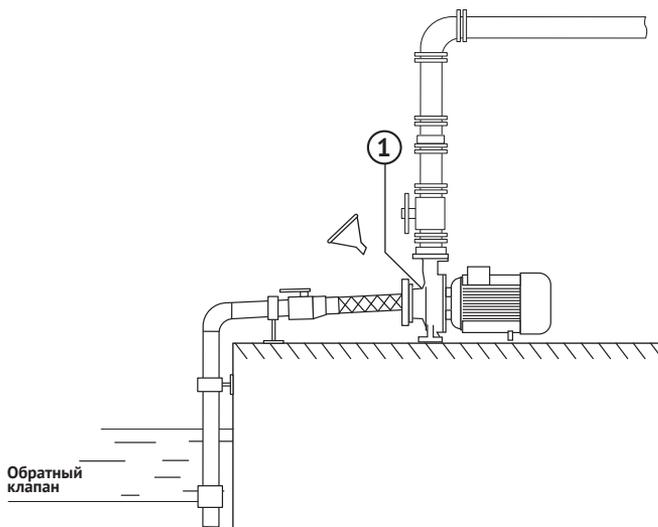

Рисунок 7 – Насос установлен выше уровня жидкости
- Если насос установлен выше уровня перекачиваемой жидкости (см. рисунок 7):